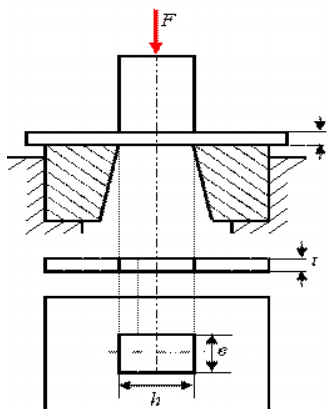

Рисунок 1.
1. Определить какую силу F (рис. 1) надо приложить к пуансону штампа для пробивки в стальном листе толщиной $t = 4$ мм, размером $b \times h = 10 \times 15$, если предел прочности на срез материала листа $\tau_{\text{пч}} = 400$ МПа. Определить также напряжение сжатия в пуансоне.